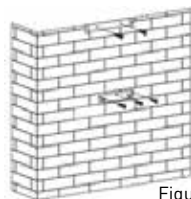

Figura 2
- Después de determinar la altura de instalación, haga 5 orificios de 8 mm de diámetro en un lugar adecuado para colocar el gancho y el soporte de la chimenea interior y procure que estén alineados. La posición del soporte de la chimenea interior corresponde a la ubicación de la chimenea. Véase la figura 2.
- Atornille y ajuste el gancho en la pared con los 3 tornillos (4 mm x 40 mm) y los tacos incluidos. Utilice a continuación 2 tornillos ST4 de 40 mm para fijar el soporte de chimenea interior. Véase la figura 2.